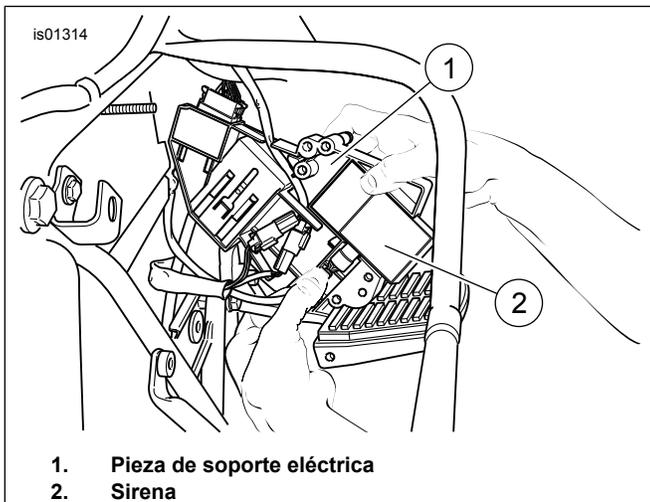

Figura 13. Deslizamiento de la sirena en su lugar (FL Touring 2002 a 2007)
- Vea Figura 13. Deslice la sirena (2) en su lugar, en la parte trasera de la pieza de soporte eléctrica (1) de manera que el disco sensor quede orientado hacia afuera.